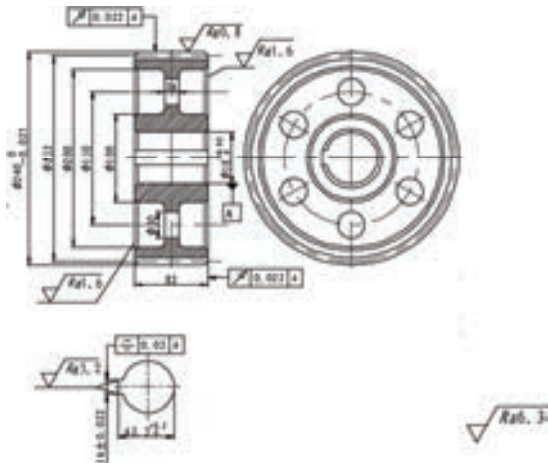

图 8-141 表面粗糙度标注
2) 制作表面粗糙度图块，结合“多行文字”命令标注表面粗糙度，得到的效果如图 8-141 所示。